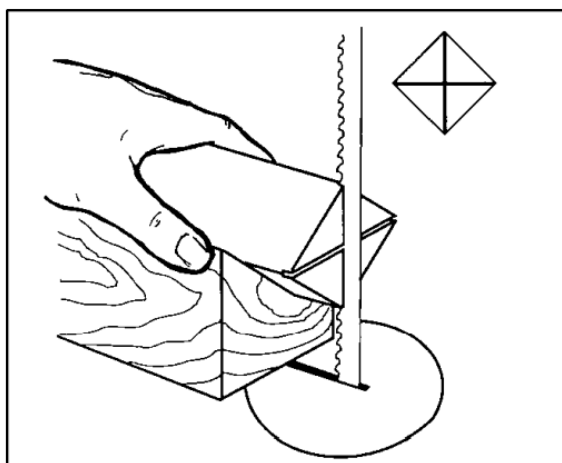

Рисунок 10-3
2. Для заготовок из дерева особо твердых пород может возникнуть необходимость сделать пропилы на конце заготовки со стороны установки поводкового патрона или вращающегося центра с помощью ленточной пилы (Рис. 10-3).